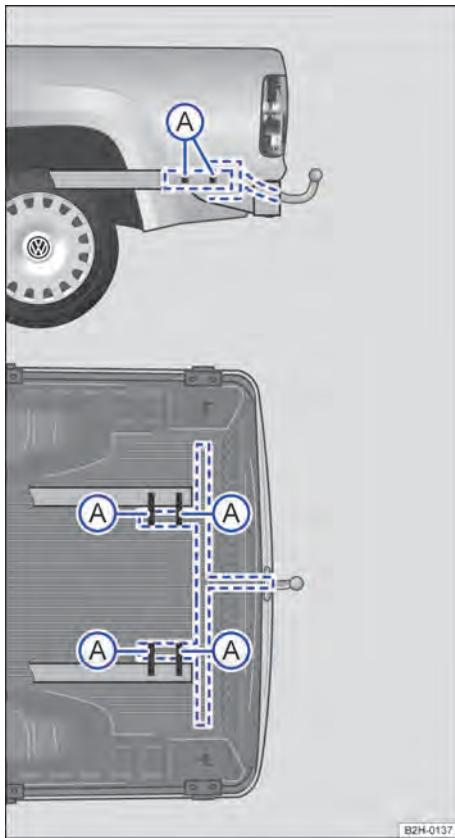

Fig. 132 Veículos sem para-choque: pontos de fixação para instalação posterior de um dispositivo de reboque.
- Fig. 132 A (veículos sem para-choque) ou